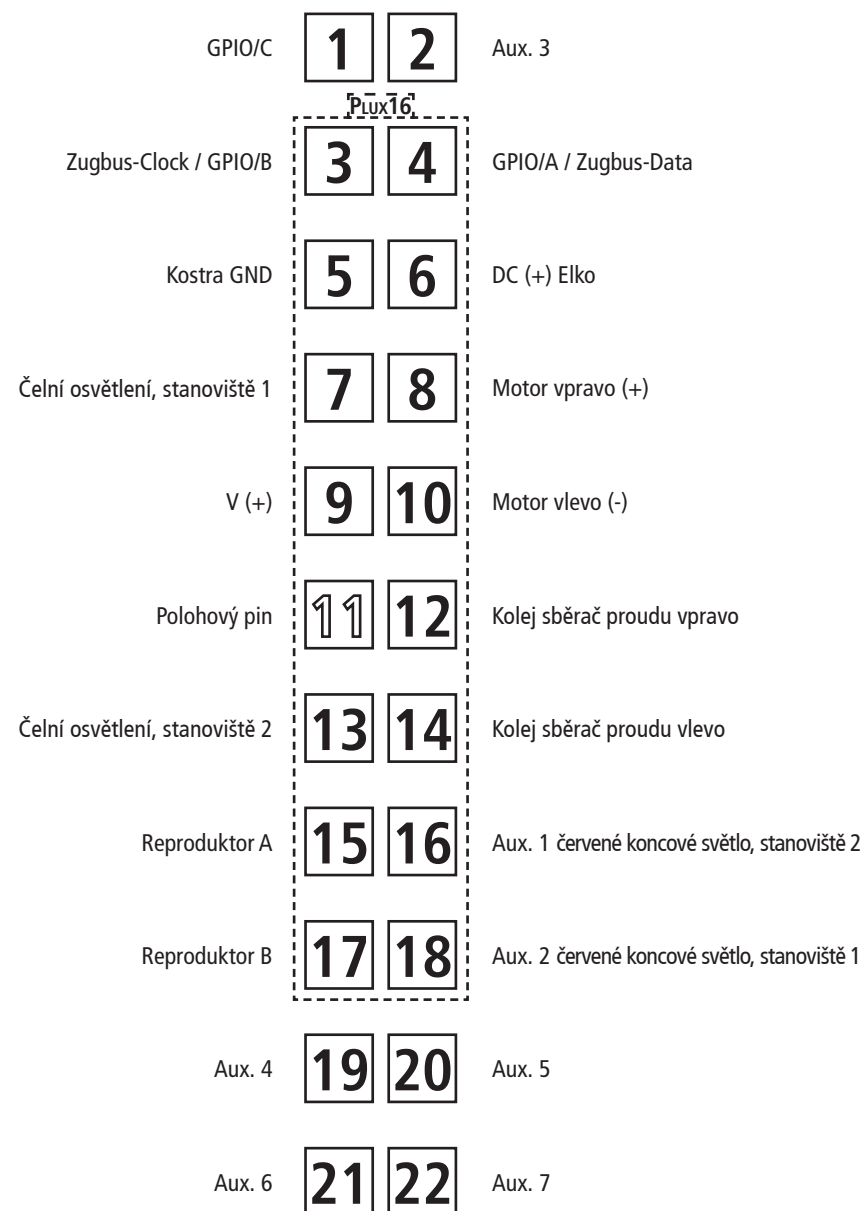

Fig. 6
1. Reinigung der Radstromkontakte: Radstromkontakte können auf unsauberen Schienen leicht verschmutzen. Entfernen Sie **vorsichtig** mit einem kleinen Pinsel **den Schmutz** an den in Fig. 6 gekennzeichneten Stellen.
1. Cleaning of wheel contacts: Wheel contacts easily get dirty on tracks which are not entirely clean. Use a small brush to **remove dirt** from spots marked in fig. 6.